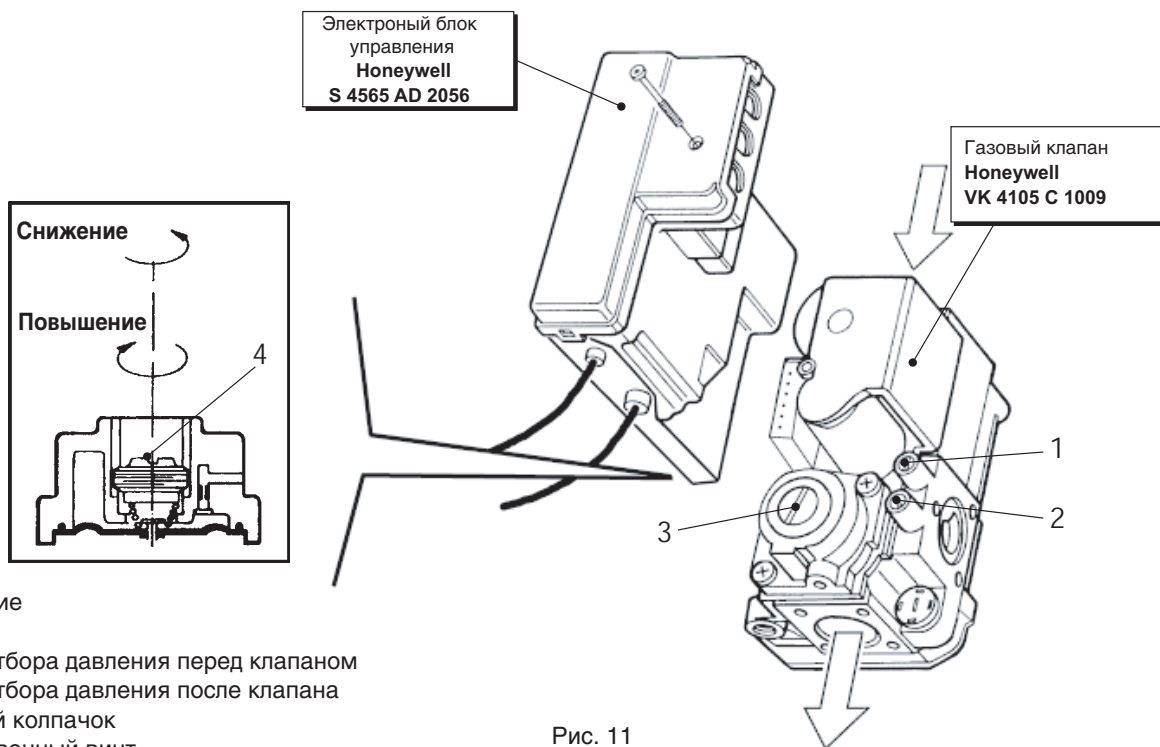

Рис. 11
- Продуйте систему подачи газа используя воздушник, установленный перед газовым клапаном (рис. 11).
Подключите манометр к штуцеру отбора давления 2 (рис. 11) который расположен после газового клапан и поверните ручку термостата котла на максимальное значение.
После снятия защитного колпачка 3 (Рис. 11), используя винт 4, отрегулируйте давление газа, подаваемого в горелку, до необходимого значения в соответствии с графиками на рисунках 4а и 4б, параграф 7.02.